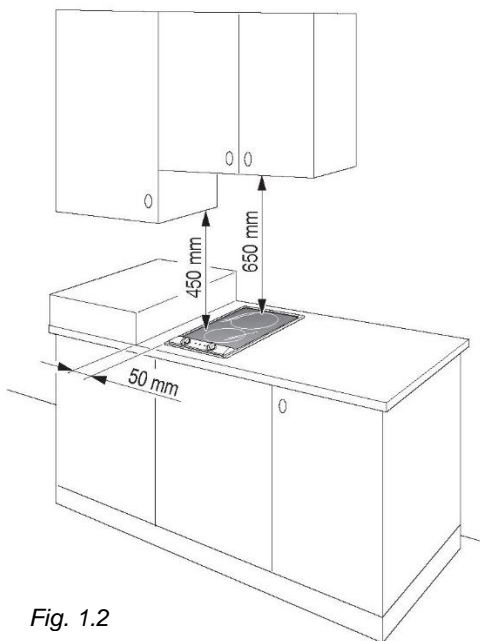

Fig. 1.2
- blatul plitei trebuie ținut la cel puțin 50 mm distanță de orice perete lateral (fig. 1.2);
- Trebuie să existe o distanță de cel puțin 650 mm între plită și orice dulap de perete sau hotă poziționată imediat deasupra (consultați fig. 1.2);